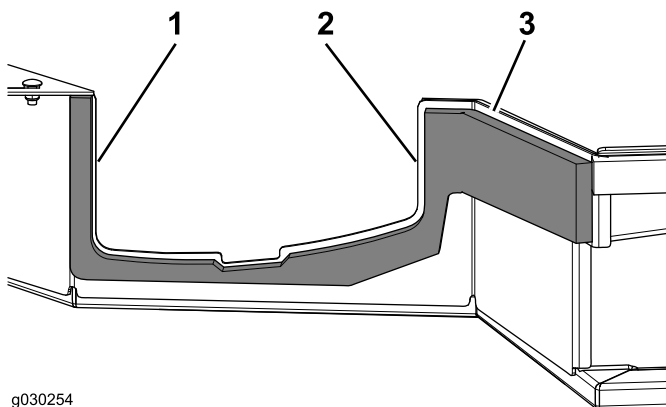

Figura 13
4. Utilize as medições indicadas em Figura 13 para colocar o vedante.